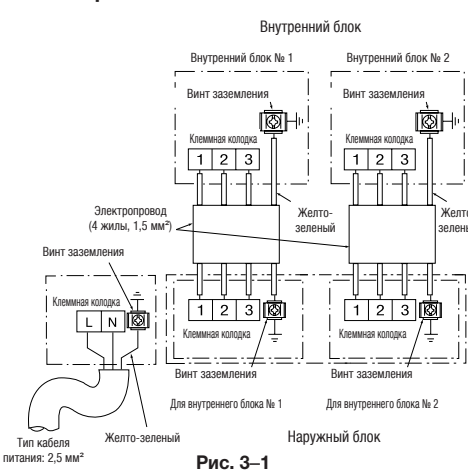

Рис. 3-1
- (1) Подключите электропроводку между внутренним и наружным блоками в соответствии со схемой на рис. 3-1. Не допускайте неправильного подключения соединений. При неправильном подключении возможны нарушения в работе устройства и выход из строя.
- (2) Соединительный провод должен быть закреплён лентой, расположенной рядом с клеммной колодкой.